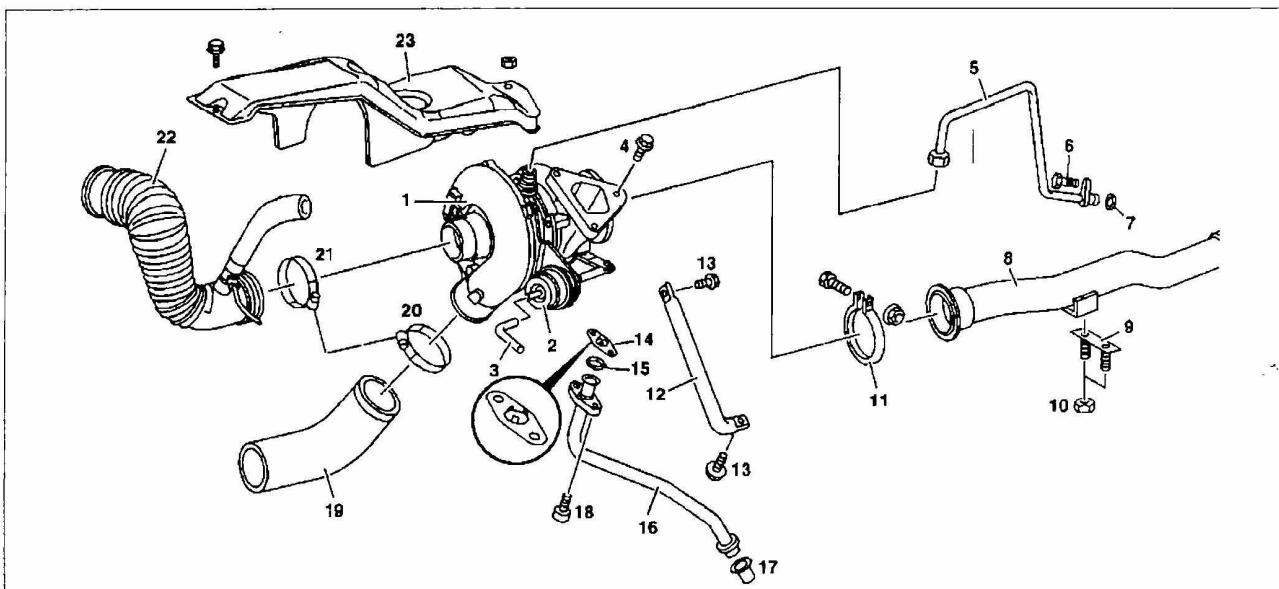

Рис. 37. Снятие и установка турбокомпрессора:
1. Снимите теплозащитный кожух 23 (рис. 37).